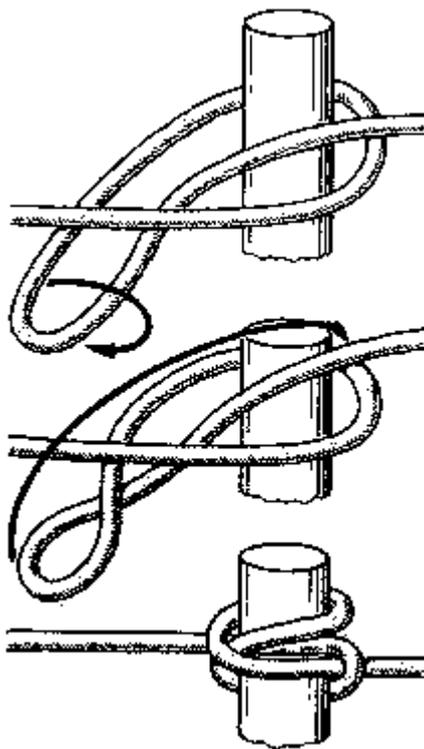

Рис. 64. Битенговый узел
**Битенговый узел** (рис. 64). Он также служит при швартовке небольших судов для зачаливания на битенг, пал или причальную тумбу. Ходовой конец фалиня или швартова обносят во-